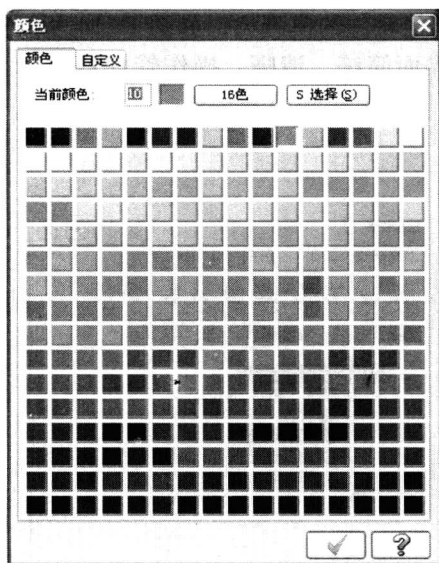

图 1-7 【颜色】对话框
- 5) **10**。用于选取或定义当前的构图颜色, 执行时单击 **10** 按钮, 在弹出的【颜色】对话框中进行选择即可, 如图 1-7 所示。右键单击 **10** 按钮或单击 **选择颜色(S)** 按钮, 系统提示“选取一图素”, 在绘图区中选择一个图素, 系统将以该图素颜色绘制图形。